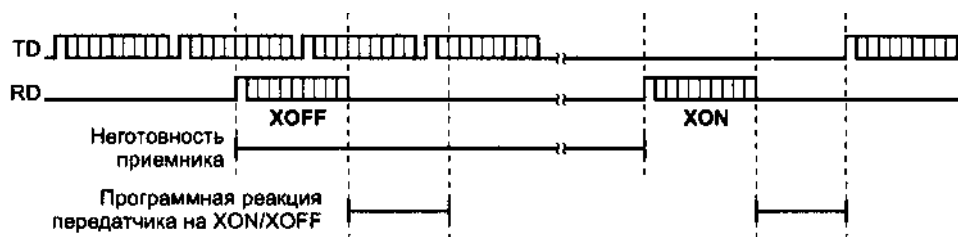

Рис. 16.4. Программное управление потоком XON/XOFF
*Программный протокол управления потоком XON/XOFF* предполагает наличие двунаправленного канала передачи данных. Работает протокол следующим образом: если устройство, принимающее данные, обнаруживает причины, по которым оно не может их дальше принимать, оно по обратному последовательному каналу посылает байт-символ XOFF (13h). Противоположное устройство, приняв этот символ, приостанавливает передачу. Когда принимающее устройство снова становится готовым к приему данных, оно посылает символ XON (11h), приняв который, противоположное устройство возобновляет передачу. Время реакции передатчика на изменение состояния приемника по сравнению с аппаратным протоколом увеличивается по крайней мере на время передачи символа (XON или XOFF) плюс время реакции программы передатчика на прием символа (рис. 16.4). Из этого следует, что данные без потерь могут приниматься только приемником, имеющим дополнительный буфер принимаемых данных и заблаговременно сигнализирующим о неготовности (имея в буфере свободное место).